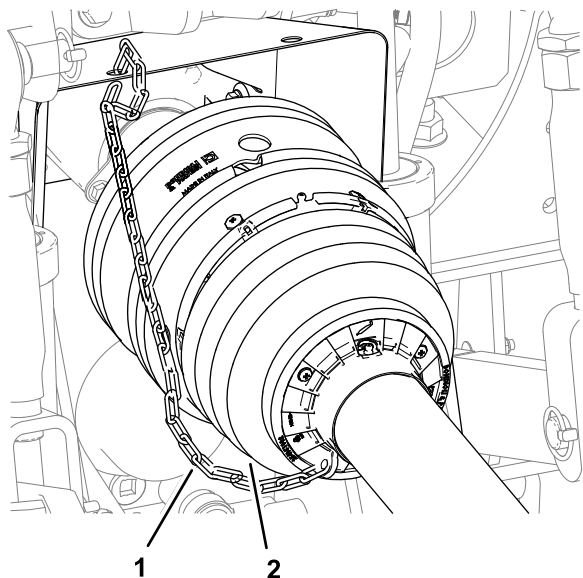

Рисунок 17
5. Убедитесь, что между передним кожухом вала механизма отбора мощности и неподвижной частью буксирного автомобиля установлена ограничительная цепь (Рисунок 17).